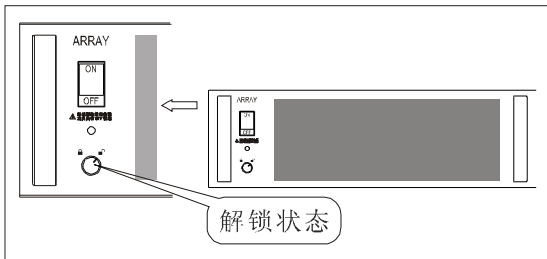

图 4-3
3. 拆掉 UPS 模块的包装，检查模块前面板上的定位锁的状态，正常情况定位锁上的白点应该对准“□”位置（图 4-3）；如果白点对准“⬜”位置，请用手拧到“□”位置。